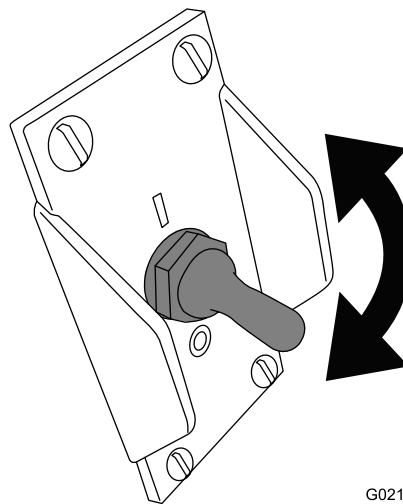

Figura 7
1. Para arrancar el motor, mueva el interruptor de Encendido/Apagado **hacia arriba** a la posición de Encendido (Figura 7).